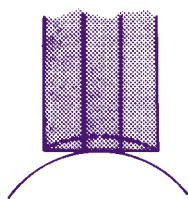

fig. 1
- le rayon de courbure du collecteur est plus petit - **surtout s'il s'agit de balais divisés** (voir au verso, *fig. 1*).